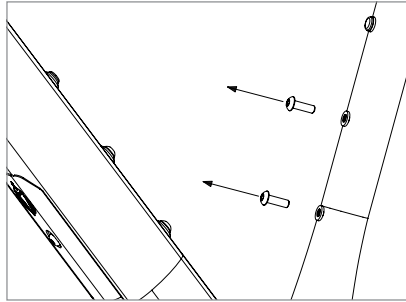

Figure 13
- Utilisez une clé hexagonale de 4 mm pour retirer les vis du porte-bidon du cadre (figure 13).